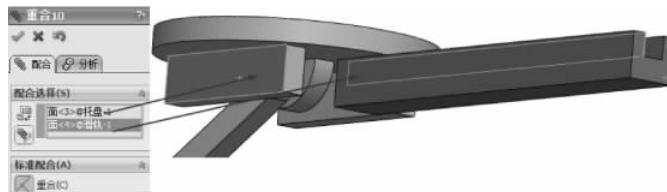

图 3-186 重合配合
(18) 继续配合约束，选择【标准配合】选项组下的【重合】配合类型，在【要配合的实体】选择框中选择如图 3-186 所示的面，其他保持默认，单击【确定】按钮 ，完成重合配合。